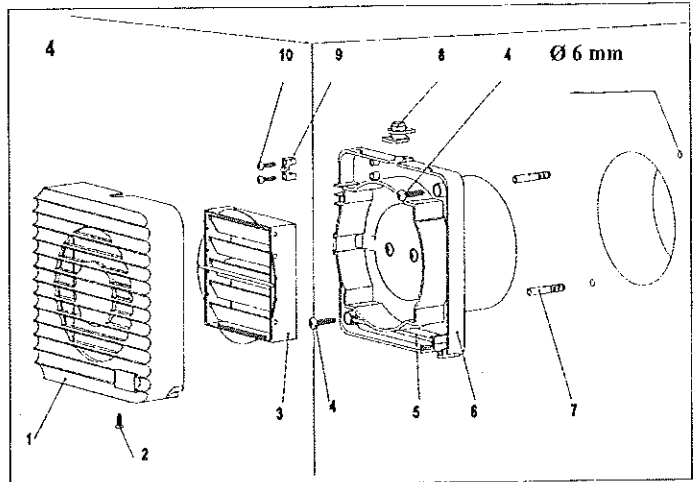

FIG. 4
- Smontare il frontale (Fig. 4).
- Démontez le capot avant (Fig. 4).